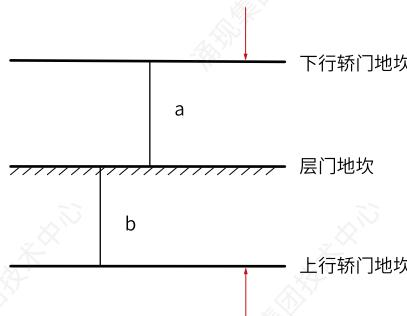

图22-19 欠平层
1. 如果停梯时欠平层 (如第402页 “图22-19”) , F4-00增大H, $H=(a+b)/2$ 。